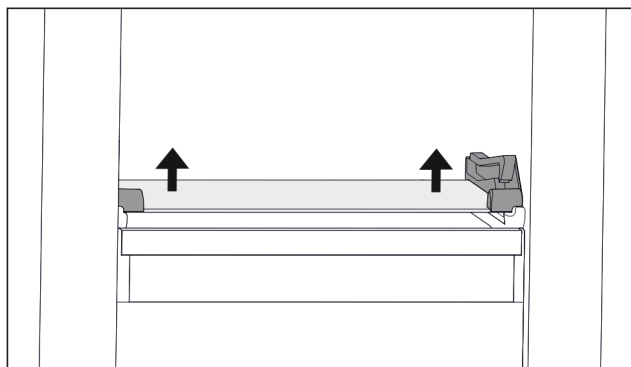

Fig. 70 Glasplatte des abklippbaren Schubfachs
- ▶ Glasplatte von unten beidseitig nach oben drücken. (zie Fig. 70)